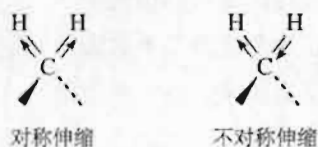

图 1-4 分子伸缩振动示意图
① 伸缩振动 组成化学键的原子沿着键轴发生伸长和缩短的运动,分对称伸缩振动与不对称伸缩振动(如图 1-4),振动时键长变化,键角不变。伸缩振动的振动频率较高。一些化学键(如 C—H 键)和官能团(如 C=O、O—H 等)的伸缩振动频率在 $1\,600\sim 3\,650\text{ cm}^{-1}$ 范围间,这一区间叫做化学键和官能团的特征频率区。